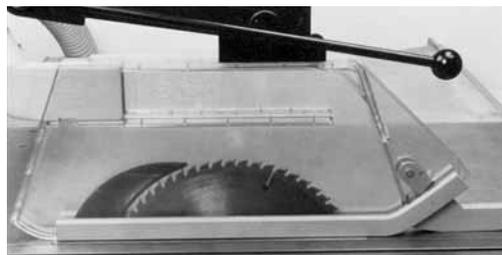

Fig. 1: cuffia di protezione a scorrimento parallelo con copertura per lama incisore.
- Le seghe circolari con lama incisore devono avere una copertura adeguata (fig. 1).